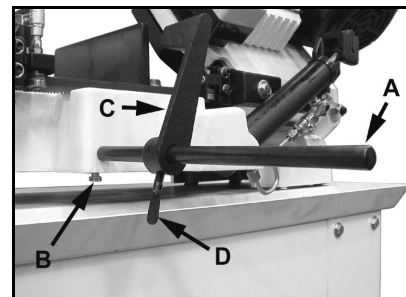

Fig 4
Montieren Sie die Anschlagstange (A, Fig 4) am Maschinenbett mit der Sechskantschraube (B).